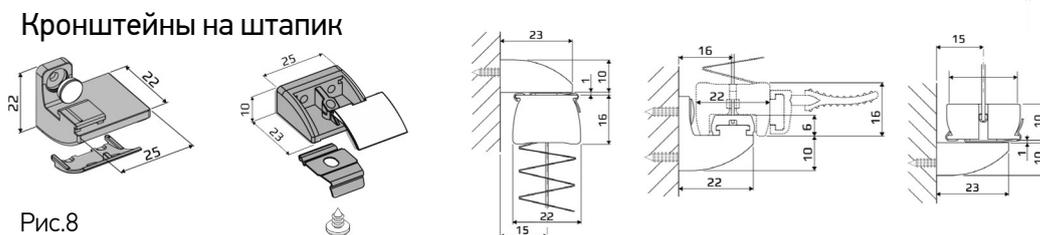

Рис.8
- Высота = Высота по габариту штапика + Высота кронштейнов\* (Рис.8)
Размеры рам сложной формы снимаются по габаритам штапиков в соответствии с рис.9. Убедиться, что вокруг штапика есть свободное место, равное высоте выбранного кронштейна (Рис. 8.). В заявке написать “сделать перекрытие, равное высоте кронштейна” (см. рис 4.2).